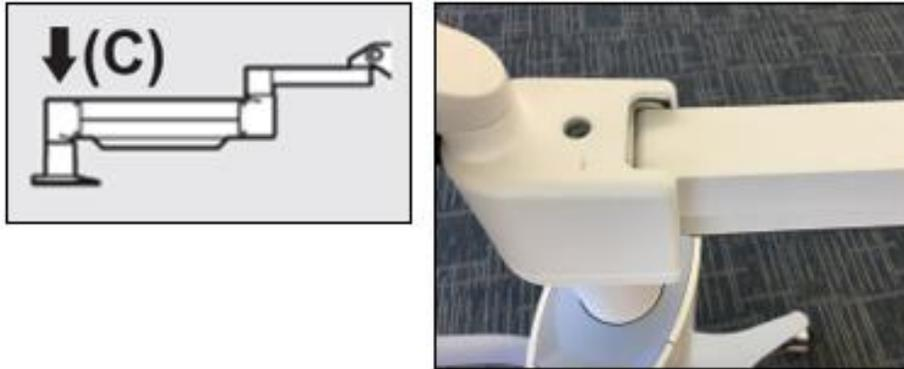

Abbildung 4-7. Armspannung mit Schraube C für die Kraftregelung einstellen
- Stellen Sie die Armspannung mit **Schraube C für die Kraftregelung** ein. Drehen Sie Schraube C mit einem 7/32-Inbusschlüssel gegen den Uhrzeigersinn, bis der Arm sich langsam zu heben beginnt. Wenn Sie nach dem Einstellen leicht auf den Arm tippen, sollte er etwas zurückfedern. Siehe Abbildung 4-7.